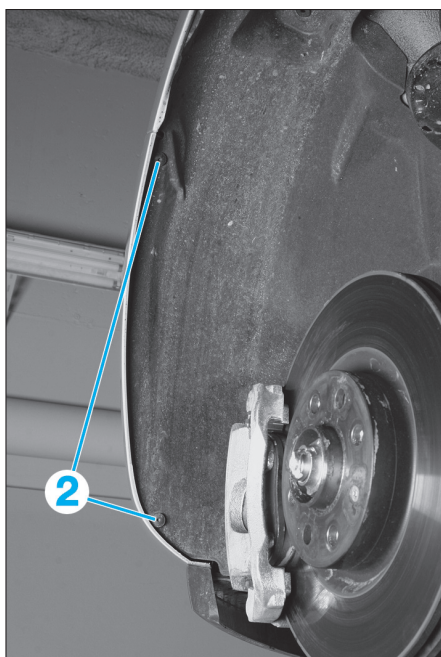

Fig. 2
- les vis de fixation des pare-boue avant (2) (Fig.2)